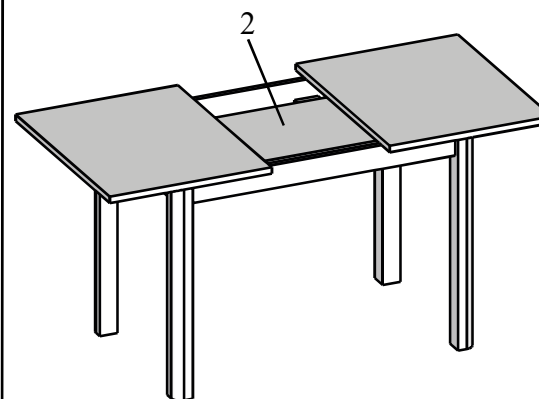

РИС. 4
Шаг 4. Переверните стол на ножки, аккуратно вставьте внутрь стола вкладыш (2) - рис.4, закройте столешницу и зафиксируйте её с помощью фиксаторов. Рис.5.